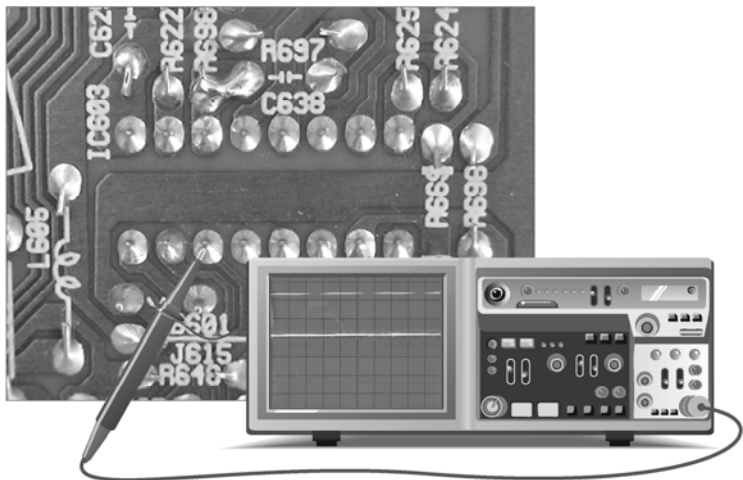

图 2-70 IC603⑬脚输出的 G 屏显信号的检测
接着将示波器探头放到字符信号产生电路 IC603 的⑭脚上，对字符 B 信号进行检测，具体操作及信号波形如图 2-70 所示。若有绿屏显信号 G 的波形输出，则表示该路信号正常。